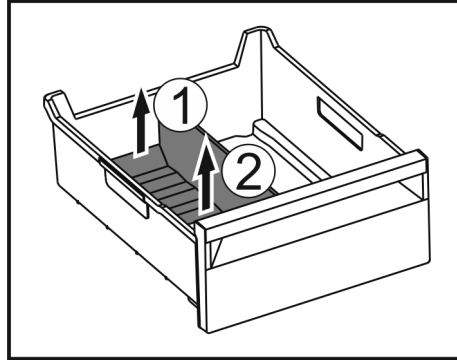

Fig. 115
► Levantar la parte posterior del separador para congelador. Fig. 115 (1)
► Extraer el separador para congelador hacia arriba. Fig. 115 (2)